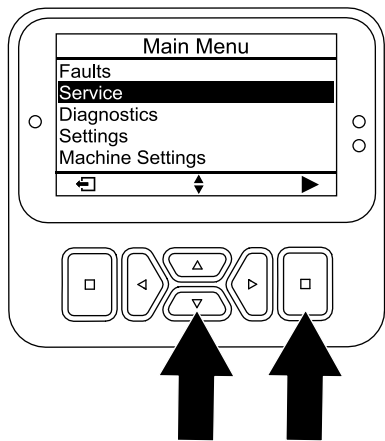

图 105
3. 按向下按钮直至 SERVICE维护选项被选定然后按选择按钮 图 105。